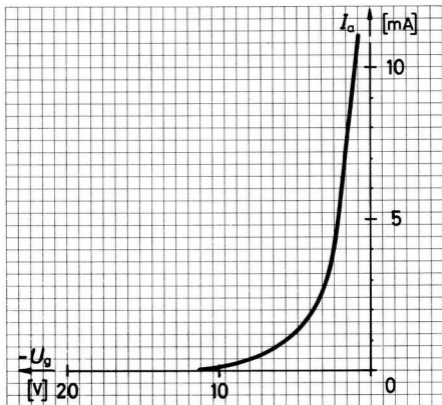

Bild 316
- i) Bestimmen Sie für die Regelpentode, deren  $I_a-U_g$ -Kennlinie Bild 316 zeigt, für die Gittervorspannungen  $-2\text{ V}$  und  $-8\text{ V}$  die Steilheit  $S_1$  und  $S_2$ .